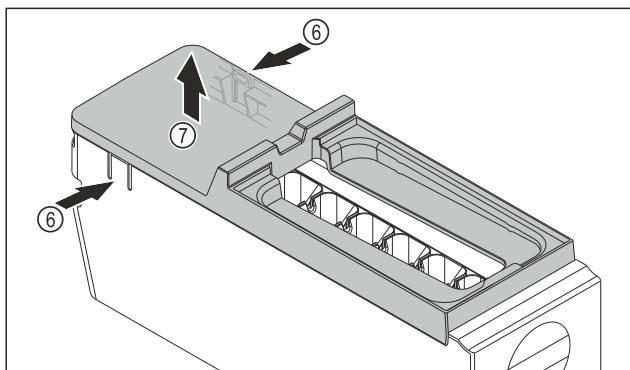

Fig. 87
- Izvadite poklopac tijela sustava EasyTwist-Ice: Pritisnite jezičke Fig. 87 (6) na obje strane tijela sustava EasyTwist-Ice jednom rukom.
- Poklopac Fig. 87 (7) drugom rukom izvučite prema gore.